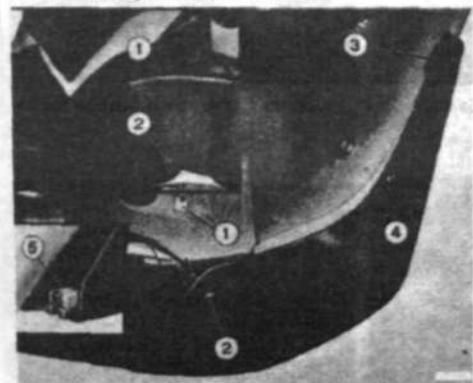

Рис.13.61. Молдинги крыльев на моделях Sport и GT (раздел 13):
1. Вывернуть крепежный винт (1) (см. рис.13.61).
2. Вывернуть винт переднего спойлера (2).
3. Снять крепежный кронштейн (3). Снять молдинг крыла.